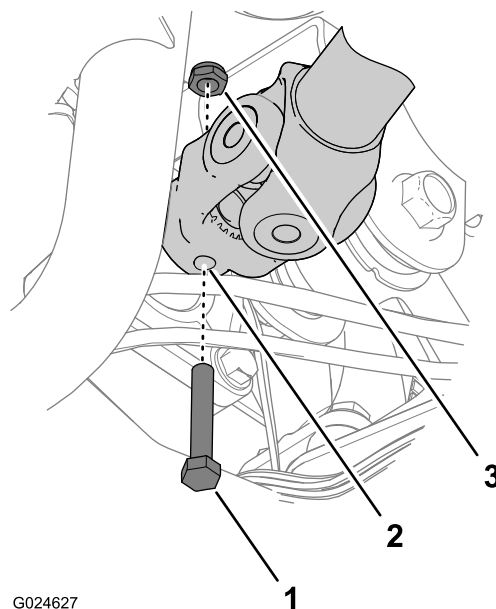

Figure 30
- Insérez le boulon (5/16 x 1-7/8 po) dans les trous de la fourche et de l'arbre, et fixez-le avec le contre-écrou (5/16 po), comme montré à la Figure 30.